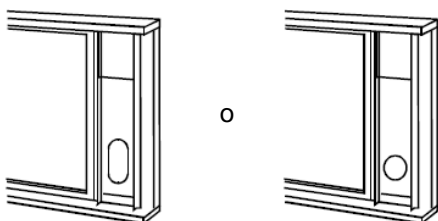

Fig. 14
3. Recorte la guarnición de goma espuma (autoadhesiva) para adaptarla a la longitud adecuada y colóquela en la parte superior de la ventana. Representada en Fig.14.